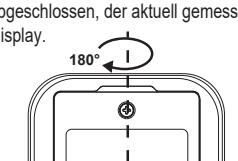

Abbildung 2
d. Drehen Sie das Gerät an derselben Stelle nun um 180 ° (siehe Abbildung 2), drücken Sie dann die Taste MODE. „CAL 2“ blinkt mehrmals im Display. Wenn „CAL 2“ wieder verschwindet, ist die Kalibrierung abgeschlossen, der aktuell gemessene Winkel erscheint im Display.